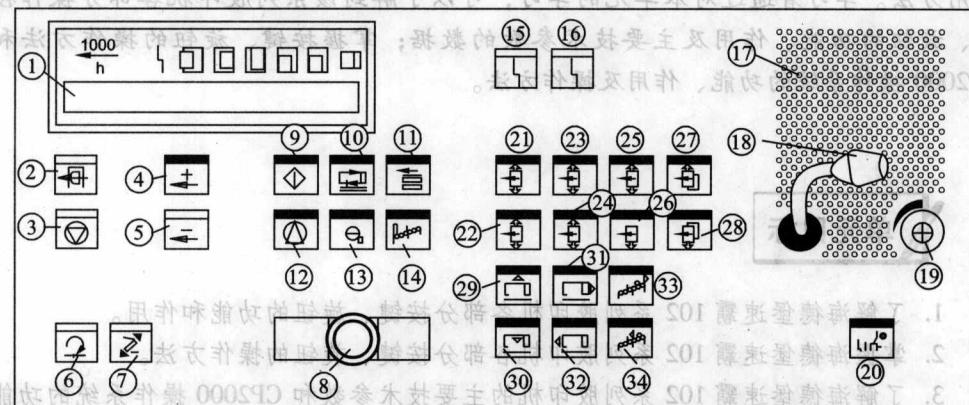

图 1-1 输纸控制台
海德堡速霸 102 系列胶印机输纸部分控制台按键如图 1-1 所示，其中各按键的功能与作用如下：①—印刷机信息显示屏（MID）；②—生产按钮；③—停止按钮；④—加速按键；⑤—减速按键；⑥—正点按键；⑦—安全开关；⑧—紧急停机按钮；⑨—运转按键；⑩—输纸器开按键；⑪—进纸按键；⑫—风泵开关；⑬—着水辊离合键；⑭—走纸故障；⑮—红灯错误显示；⑯—蓝灯错误显示；⑰—扩音器；⑱—麦克风；⑲—音量调节键；⑳—内部通话系统；㉑、㉒—来去方向移动纸堆挡板；㉓、㉔—侧挡纸堆位置调节键；㉕、㉖—主纸堆校正；㉗、㉘—副纸堆校正；㉙、㉚—吸气头高度调节；㉛、㉜—吸气头宽度调节；㉖、㉗—输纸器台板定位轮调整。